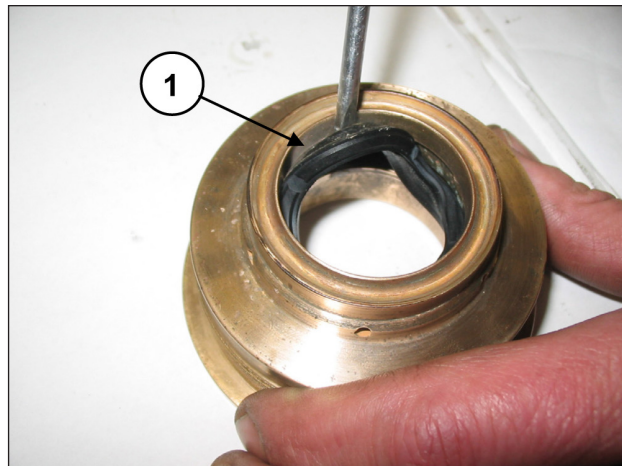

Рис. 148
Для снятия уплотнения для низкого давления необходимо использовать толщиномер или другой инструмент, который не может повредить гнездо опоры уплотнений (поз. ①, Рис. 148).